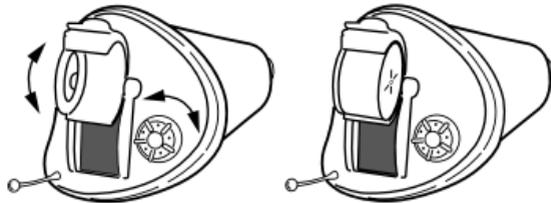

Рис. 2.3
3. Откройте крышку батарейного отсека и вставьте в крышку батарею, как показано на рис. 2.3. Вы можете использовать для этого магнит на щётке (поставляется в комплекте). Просто поднесите магнитную сторону щётки к батарее – это может упростить вам задачу.